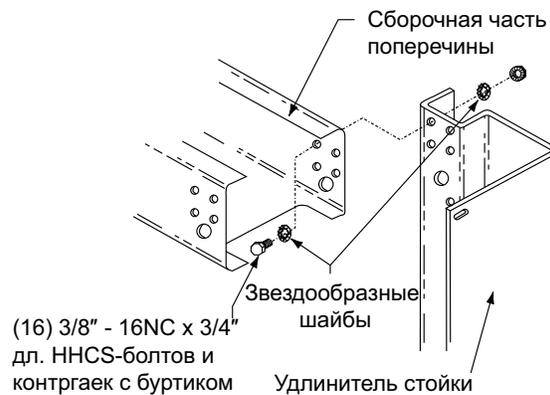

Рис. 6
7. Установите сборочную часть поперечины на удлинителе стоек с помощью (16) 3/8"-16NC x 3/4" дл. HHCS-болтов, контргаек с буртиком и звездообразных шайб (см. рис. 6).